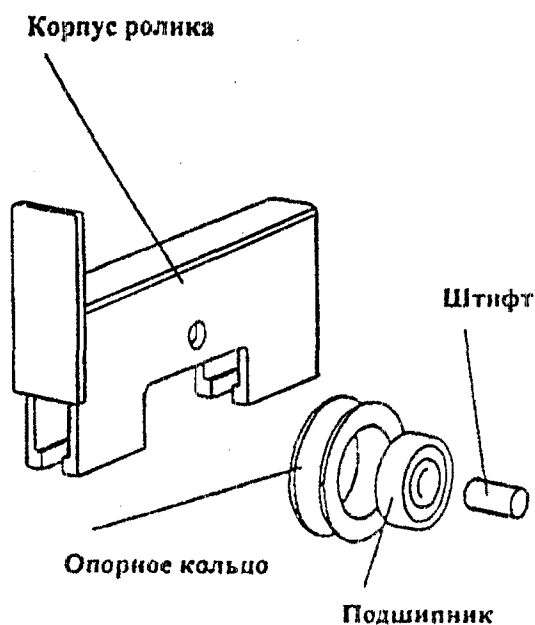

Рис.2.1
2.1. Для каждой створки необходимо собрать по 2 роликовых узла. Сборка роликовых узлов осуществляется в следующем порядке (см. Рис.2.1):